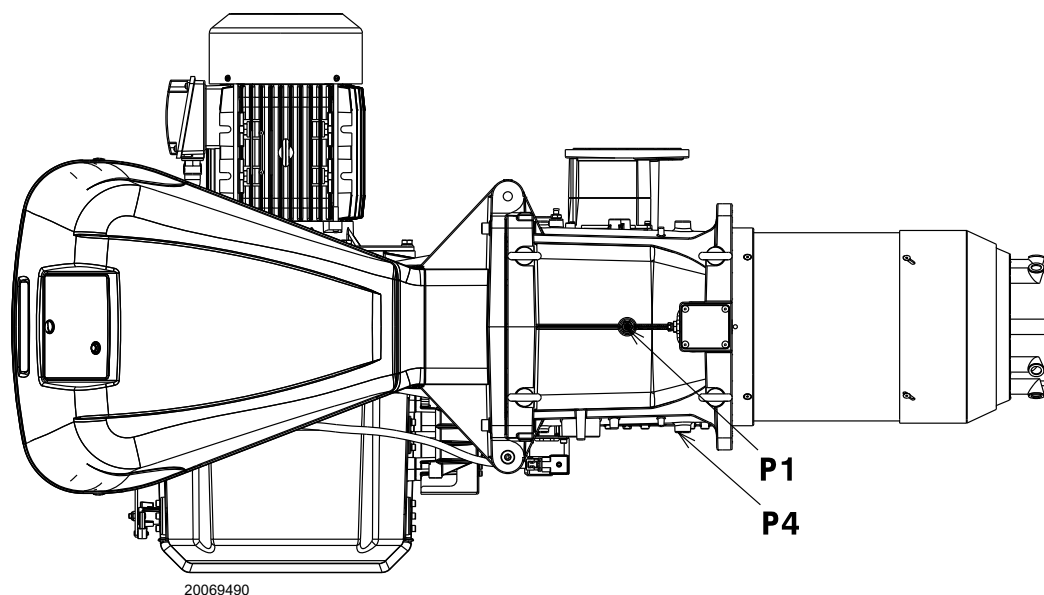

Рис. 23
Давление газа, измеренное на штуцере P1)(Рис. 23), с:
- вычитите из давления газа на штуцере P1)(Рис. 23) давление в камере сгорания.
Давление газа на штуцере P1) (Рис. 23) = 58,1 мбара
Для того, чтобы узнать давление газа, необходимое на штуцере P1)(Рис. 23), определив МАКС. мощность, при которой должна работать горелка:
- Посмотрите справа в столбце 1 давление на штуцере P1) (Рис. 23).
необходимое давление на штуцере P1)(Рис. 23).